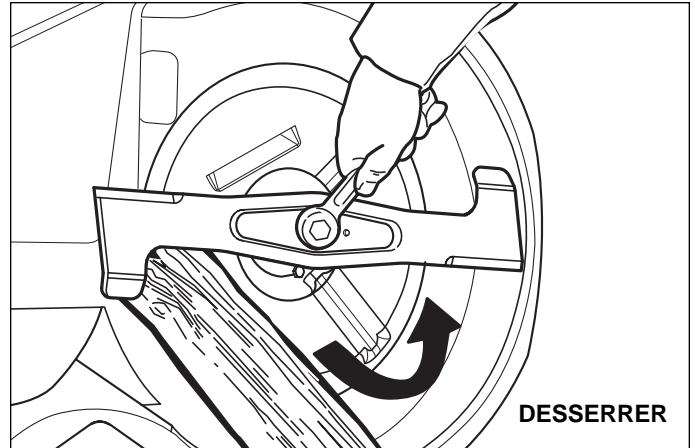

Figure 22. Dépose de lame
2. Voir Figure 22. Pour déposer une lame afin de l'affûter, la bloquer avec une cale en bois pour l'empêcher de tourner et desserrer la vis de fixation.
3. Voir Figure 22. Utiliser une cale en bois pour empêcher la rotation de la lame en desserrant la vis de fixation.